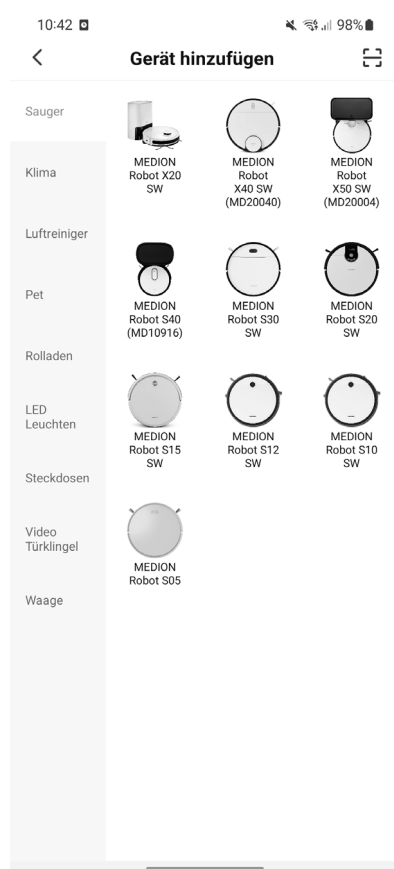

Fig. 2
- ▶ Selezionare il modello X20 SW corretto dall'elenco generale. (vedere la fig. 2)..